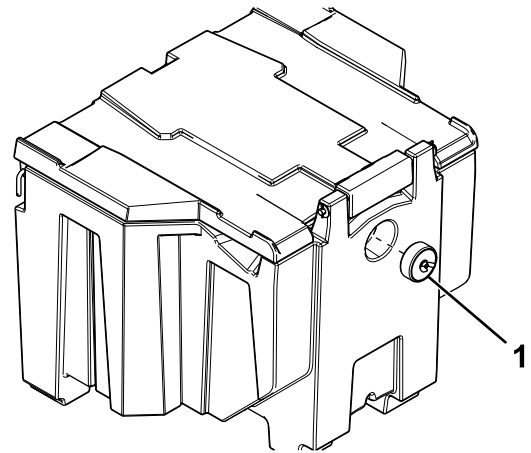

Figura 20
5. Instale el tapón del cubo en la abertura del sinfín (Figura 20).